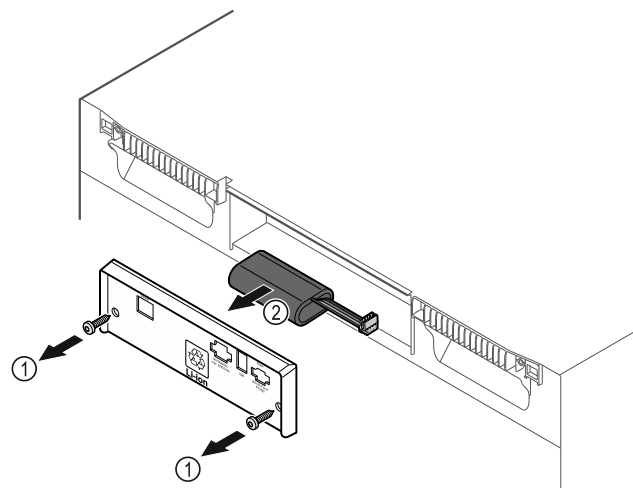

Fig. 229
- ▶ Skru skruerne ud, og fjern afdækningen på bagsiden af apparatet Fig. 229 (1).
- ▶ Tag batteriet af forbindelsen, og tag det ud Fig. 229 (2).